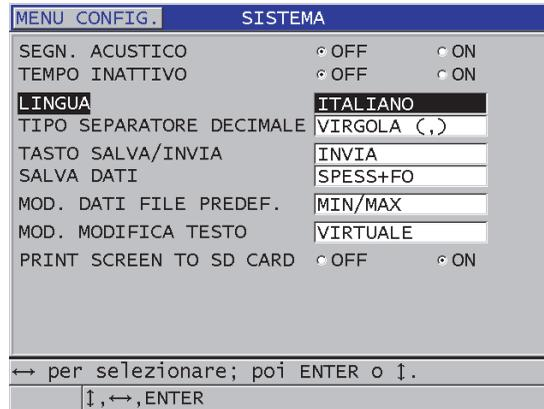

Figura 4-1 Selezione della lingua d'interfaccia dell'utente
3. Nella schermata **SISTEMA** (vedere Figura 4-1 a pagina 62):